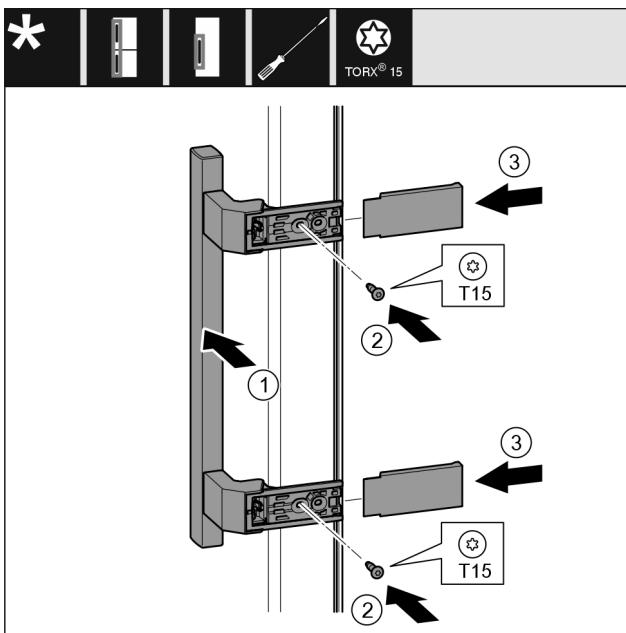

Fig. 25
- Εφαρμόστε τη λαβή Fig. 25 (1) στην απέναντι πλευρά.
- Σφίξτε τις βίδες Fig. 25 (2) με κατσαβίδι.
- Εφαρμόστε στο πλάι τα καλύμματα Fig. 25 (3) και τοποθετήστε τα.